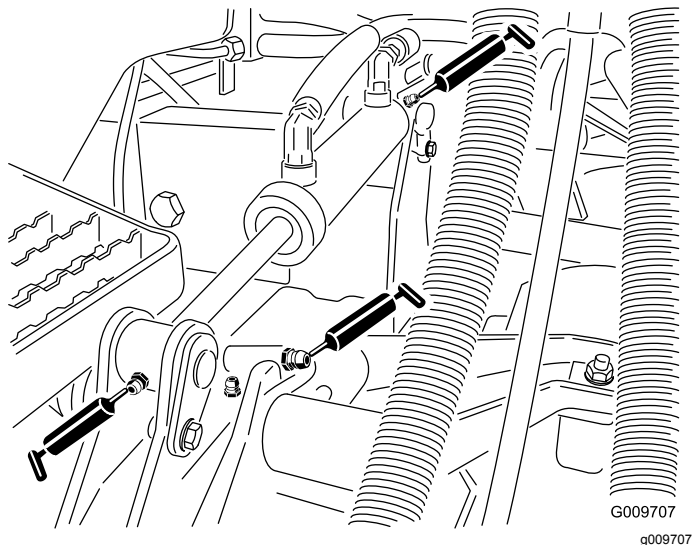

Figura 29
- Boccole (1 per piatto di taglio) del braccio di sollevamento (Figura 29).
- Boccole (2 per piatto di taglio) del cilindro di sollevamento (Figura 29).